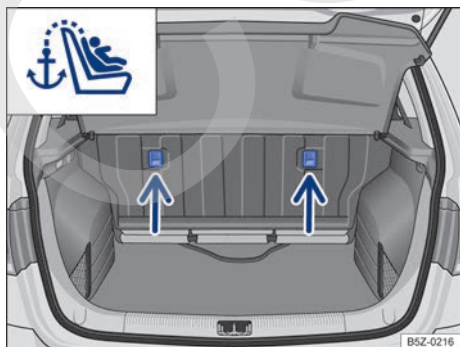

Fig. 20 Ojales de retención para el cinturón de fijación superior en el lado de atrás del asiento trasero.
- Si es provisto junto con el asiento para niños, colocar el cinturón de fijación superior (Top Tether) de asiento para niños entre el respaldo del asiento trasero, fijándolo en la terminal de enganche existente en la parte posterior del respaldo del asiento → fig. 20.